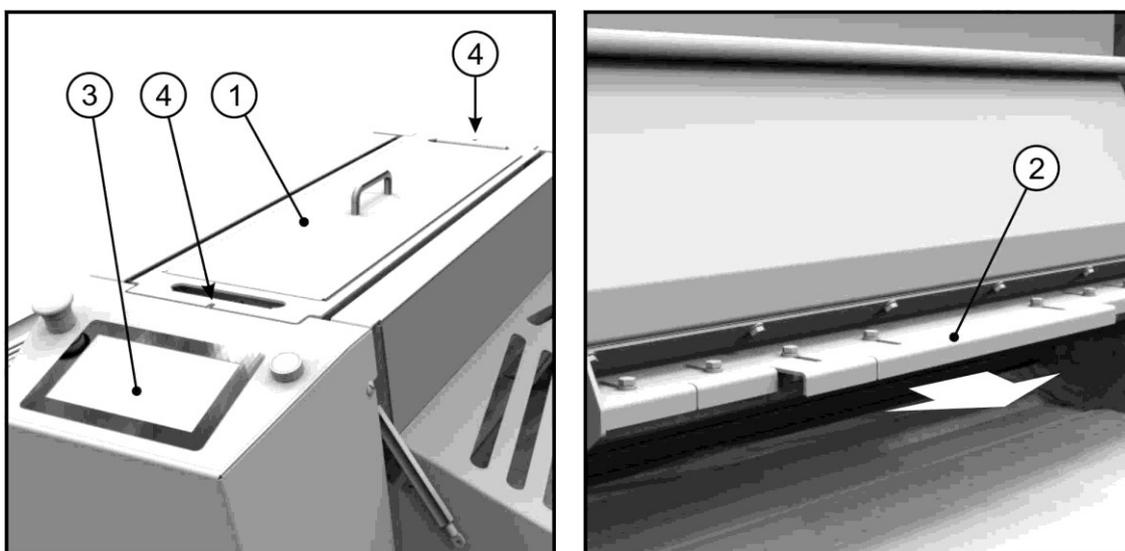

Рисунок 13
Использовать посыпочное устройство необходимо согласно изложенным ниже инструкциям (смотреть Рисунок 13):
- Снимите крышку Из. 1 (дополнительно) и извлеките два шурупа Из. 4 Рисунок 13